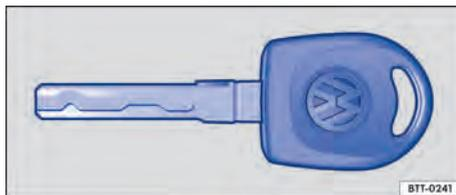

Fig. 20 Chave do veículo com haste fixa.
- Chave do veículo com haste fixa. Na chave pode-se encontrar uma lanterna. A lanterna se acende quando o símbolo VW é pressionado ⇒ Fig. 20.